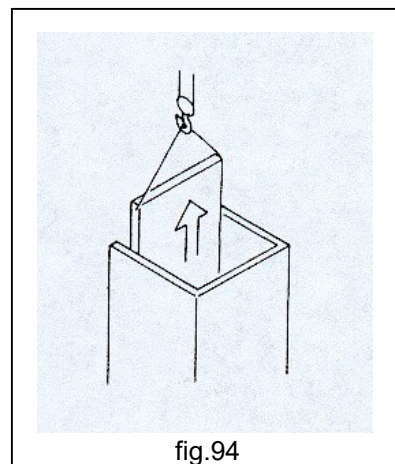

fig.94
- **NUNCA** levante cargas "guiadas" (fig.94).